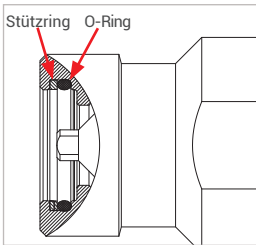

Abbildung 3
- ▶ Kontrollieren Sie vor dem Einsetzen des Nippelersatzes (Pos. 7) die beiden Dichtelemente (O-Ring und Stützring, *Abbildung 3*) auf korrekte Einbaurichtung, richtigen Sitz und Beschädigung.